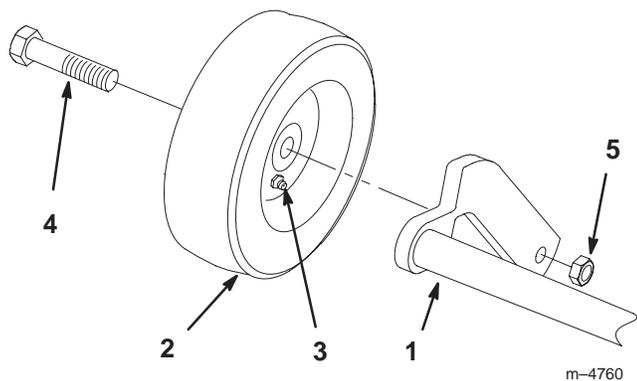

Figure 1
1. Fixer les roues de jauge à l'extérieur des bras de l'ensemble porteur arrière. Le graisseur des roues doit être tourné vers l'intérieur (Fig. 1).
2. Fixer les roues à l'aide d'un boulon à embase et d'un écrou de 9,5 mm (3/8") à insert de frein interne (Fig. 1).